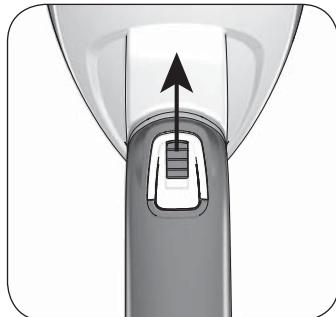
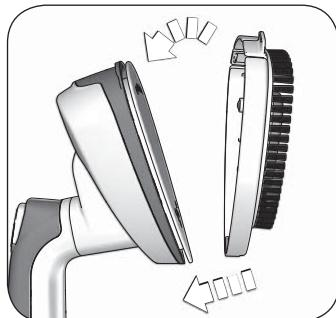
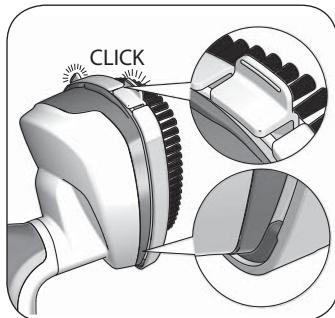
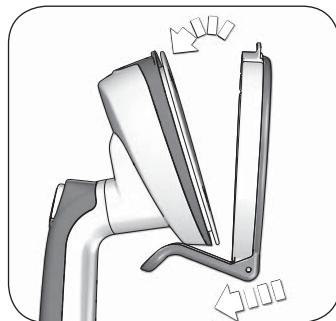

Fig. 13
Fig. 14
Fig. 15
Fig. 16
2. Tirar de la prenda con la mano libre. Colocar el aparato sobre las arrugas de la ropa. Presionar el botón del vapor (F) y luego soltarlo. Mover el aparato de derecha a izquierda. Mueva el aparato de arriba a abajo. Presionar varias veces el botón del vapor (F).
3. Para emitir un chorro de vapor continuo y constante, desplace el cursor de bloqueo para el vapor hacia arriba (Fig. 13).
1. Montar el cepillo. Inserte primero la punta del cepillo (Fig. 14). La introducción es correcta al oír un "clic" (Fig. 15).
2. Coloque la prenda en una percha. Tirar de la prenda con la mano libre. Colocar el aparato sobre las arrugas de la ropa. Presionar el botón del vapor (F) y luego soltarlo. Mover el aparato de derecha a izquierda. Mueva el aparato de arriba a abajo utilizando el cepillo. Presionar varias veces el botón del vapor (F).
2. Monte el accesorio para los pliegues. La introducción es correcta al oír un "clic" (Fig. 16).
3. Coloque la prenda en una percha. Tirar de la prenda con la mano libre. Presione la palanca del accesorio. Introduzca la prenda en la ranura. Presionar el botón del vapor (F) y luego soltarlo. Mueva el aparato de arriba hacia abajo hasta eliminar el pliegue. Presionar varias veces el botón del vapor (F).
4. Para emitir un chorro de vapor continuo y constante, desplace el cursor de bloqueo para el vapor hacia arriba (Fig. 13).